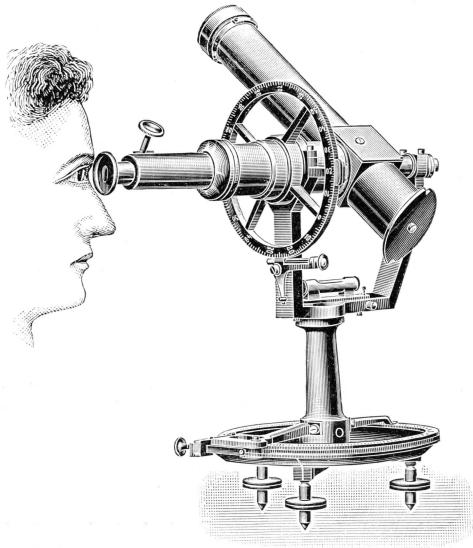

Fig. 19
**Spezial-Theodolit nach Dr. A. de Quervain (Fig. 19)**
**Special Theodolite. (Fig. 19.)**
## *Théodolite spécial d'après le Dr. de Quervain. (Fig. 19.)*